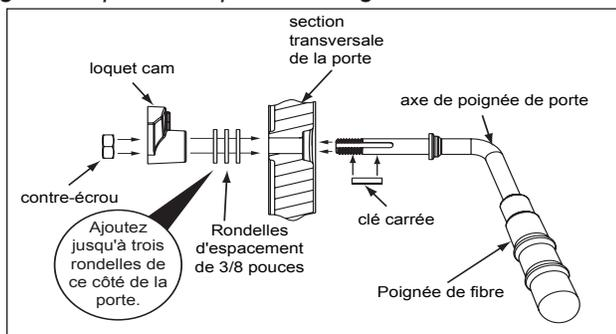

Figure 23.1
2. Placez une deuxième ou plusieurs rondelles comme il est indiqué à la **Figure 23.1**.
6. Installez la poignée en fibre. **Figure 23.1**